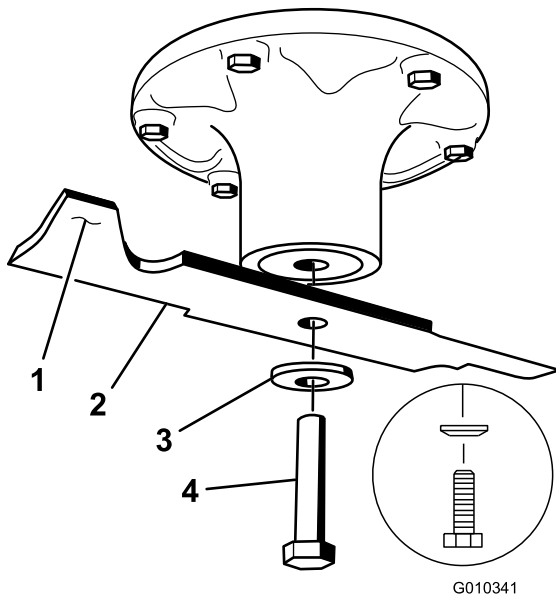

Figura 58
- Retire del eje el perno de la cuchilla, la arandela curva y la cuchilla (Figura 58).
- Instale la cuchilla en el eje (Figura 58).
- Instale la arandela elástica y el perno de la cuchilla, con el cono de la arandela elástica hacia la cabeza del perno (Figura 58).